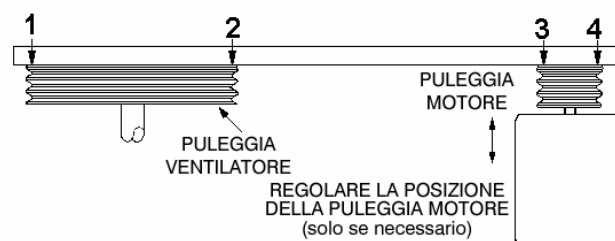

Figura 18 – Verifica allineamento puleggia (vista dall'alto)
8. Per un controllo finale, misurare con un righello la distanza da puleggia a puleggia (Vedi Figura 18). Dovrebbero esserci quattro punti di contatto. Regolare la posizione della puleggia motore, se fosse necessario.